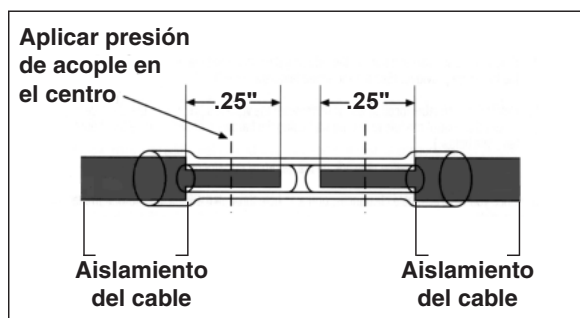

Figura 5
**NOTA:** Es importante recordar que una conexión eléctrica sólida resulta esencial al instalar cualquier dispositivo eléctrico u opción. Se muestra un acople correcto en la **Figura 5**.